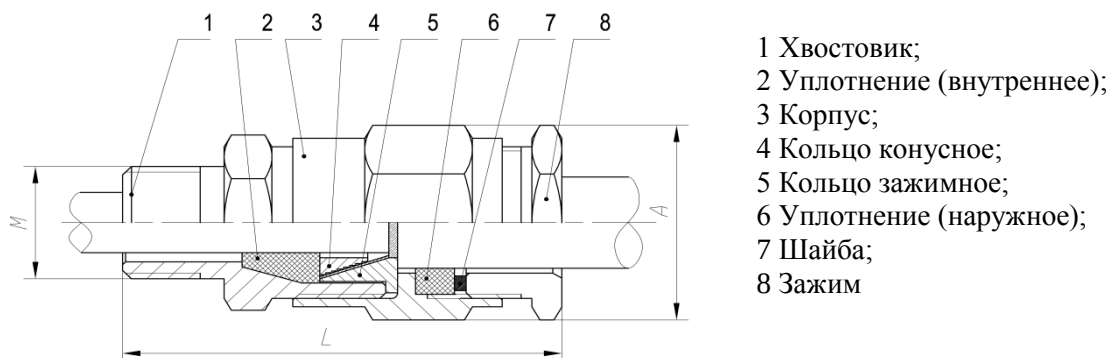

Рисунок 5
При монтаже внешних электрических кабелей следует обратить внимание на то, что внешний диаметр кабеля должен соответствовать диаметру, указанному в маркировке наружного уплотнения (см. рисунок 5, поз. 6), а диаметр кабеля под бронёй должен соответствовать диаметру, указанному в маркировке внутреннего уплотнения (см. рисунок 5, поз. 2). Уплотнения кабелей должны быть выполнены самым тщательным образом, так как от этого зависит обеспечение взрывозащиты ПБЭ-7М1.
- установить хвостовик поз. 1 (см. рисунок 5) на ПБЭ-7М1. Резьбовое соединение хвостовика и оболочки ПБЭ-7М1 стопорить герметиком или краской. Нанести герметик ВГО-1 ТУ 38.303-04-04-98 или эмаль ЭП-51 ГОСТ 9640-85 на 4-5 ниток резьбы. Поверхности, на которые должна наноситься краска (герметик), предварительно обезжирить ацетоном или бензином БР-1. Соединение монтировать, медленно проворачивая хвостовик по часовой и против часовой стрелки для равномерного распределения герметика (краски), после чего провести окончательную затяжку;